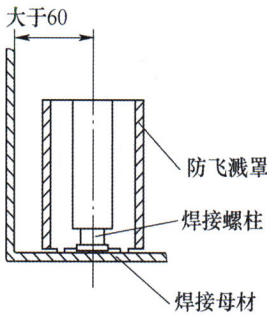

图5 预留足够的焊枪操作空间
- 3) 在工件折边处进行螺柱的焊接，需要预留足够的焊枪操作空间。当工件折边的高度大于25mm时，则螺柱与折边的距离最小保证在60mm以上（见图5）。